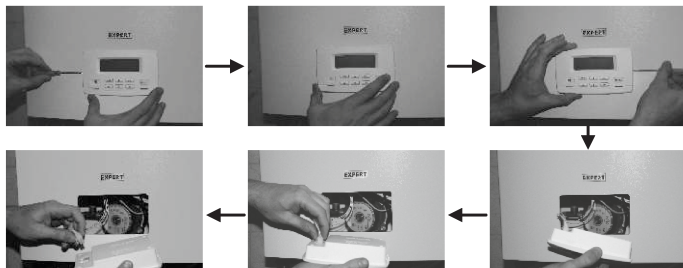

Рисунок 2
4.3 Для подключения прибора и ремонтно-профилактических работ необходимо снять с кожуха (1) панель лицевую (2). Для этого необходимо предварительно снять блок управления (3). Порядок извлечения блока управления показан на рис. 2.